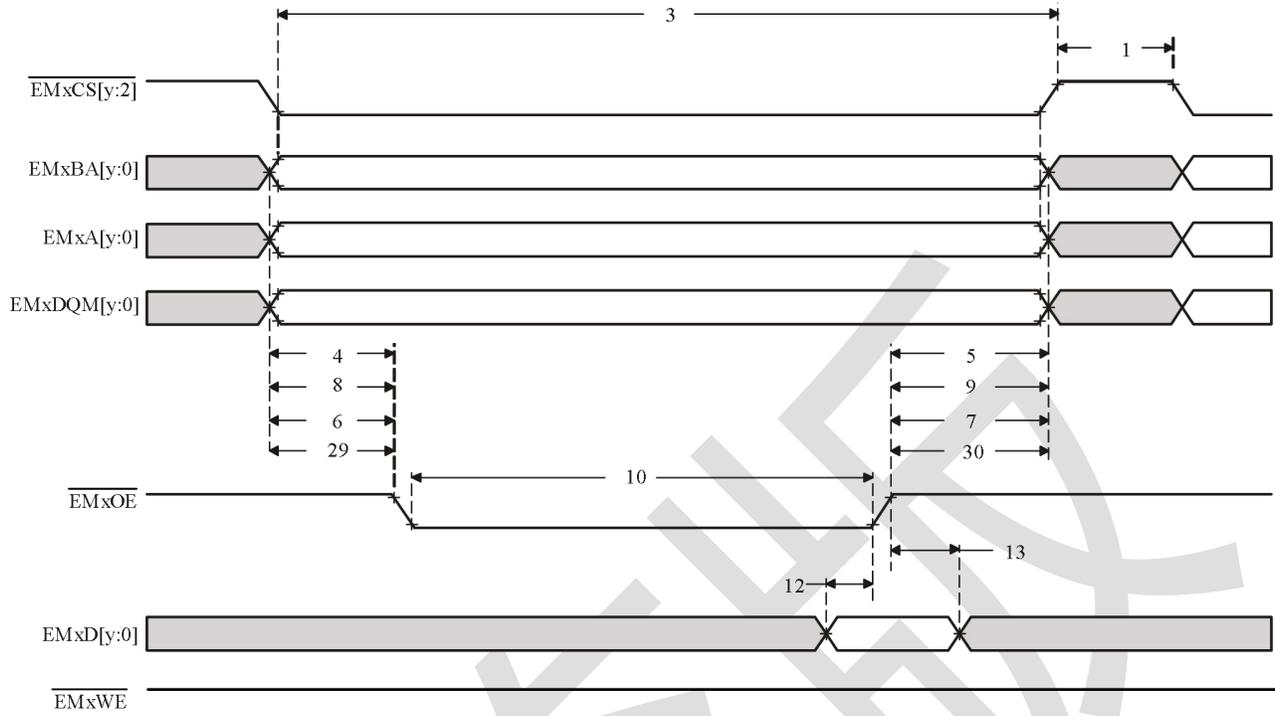
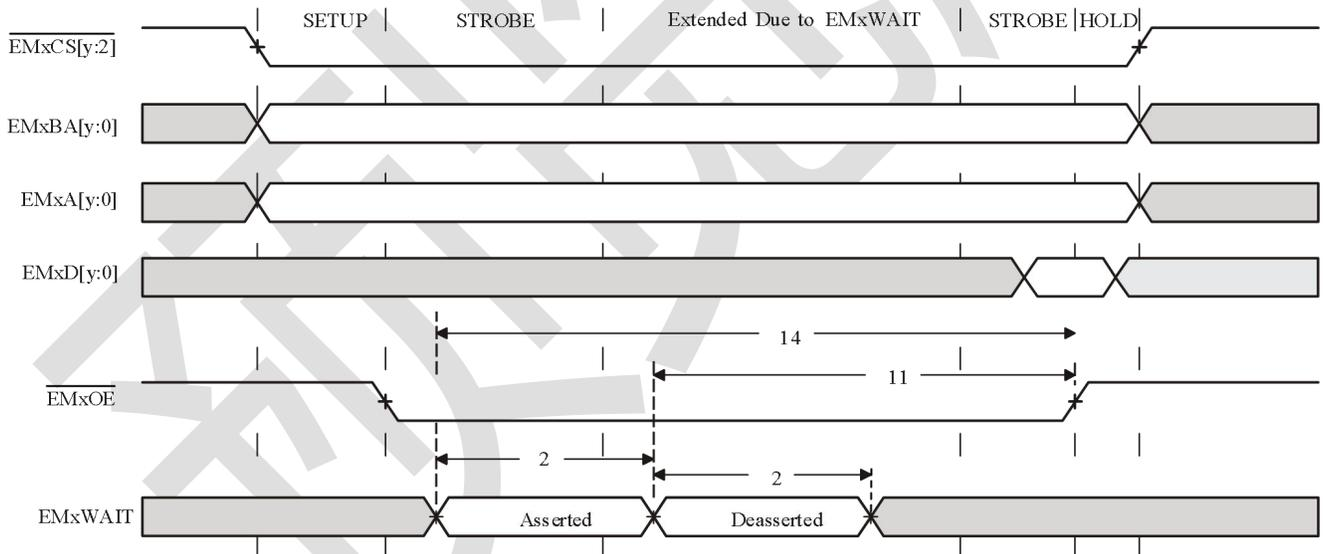
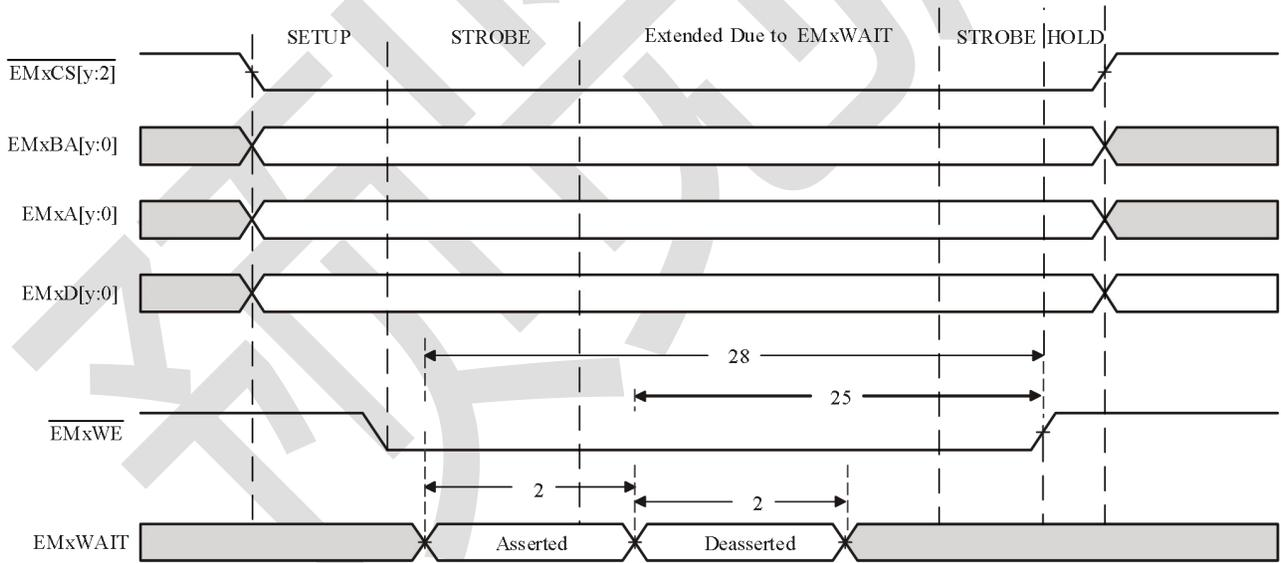

图 8-21 异步存储器读取时序
图 8-22  $EMxWAIT$  读取时序要求
图 8-24  $EMxWAIT$  写入时序要求
第8.9.9.3.1.1节显示了 EMIF 异步存储器的时序要求。第8.9.9.3.1.2节显示了 EMIF 异步存储器的开关特性。图 8-21至图 8-24 为 EMIF 异步存储器的时序图。
(1) E = EMxCLK 周期，单位为 ns。
(2) 在选通阶段结束前建立（如果没有插入扩展等待状态），此时 EMxWAIT 必须生效以增加延长等待状态。图 8-22 和图 8-24 描述了包含在选通阶段插入的扩展等待状态的 EMIF 事务。然而，作为延长等待周期的一部分插入的周期不应被计算在内；如果没有扩展等待周期，4E 要求则从保持 (HOLD) 阶段开始。